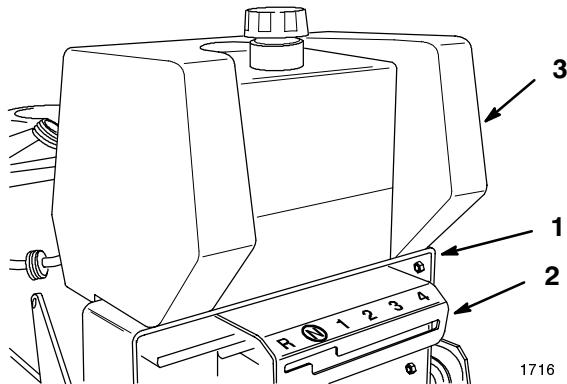

Figure 1
- Positionner le panneau de commande sous la traverse arrière (Fig. 1). Positionner le réservoir d'essence au-dessus de la traverse arrière (Fig. 1).